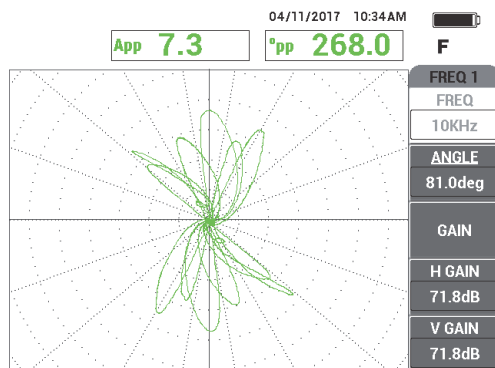

Figura 5-164 Rastreamento do tubo entre o anel do suporte e o orifício da parede.
10. Rastreie o tubo entre o anel do suporte e 1,3 mm do orifício da parede para verificar a calibração da frequência 1 (veja Figura 5-164 na página 248).